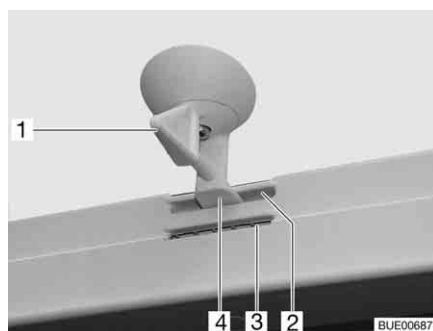
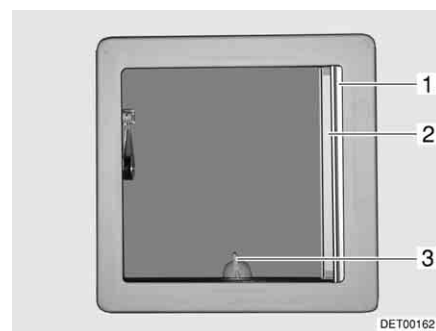

Fig. 48 Oblò inclinabile, bloccaggio
Fig. 49 Oblò inclinabile
- Ruotare la leva (Fig. 48,1 o Fig. 49,3) di un quarto di giro.
- Girare la leva di un quarto di giro. Il bloccaggio (Fig. 48,4) deve entrare nella feritoia inferiore (Fig. 48,3).
- Girare la leva di un quarto di giro. Il bloccaggio (Fig. 48,4) deve entrare nella feritoia superiore (Fig. 48,2).
- Chiusura:* ■ Tirare la tendina oscurante pieghevole (Fig. 49,1) fino alla posizione desiderata e rilasciare. La tendina oscurante pieghevole rimane in questa posizione.
- Chiusura:* ■ Estrarre la zanzariera a rullo (Fig. 49,2) fino a quando non scatta il bloccaggio dalla parte opposta.